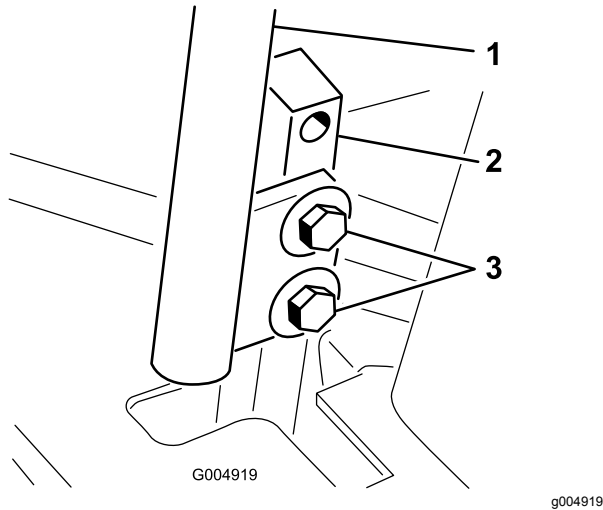

Figura 55
3. Afloje los pernos que sujetan las palancas de control (Figura 55).